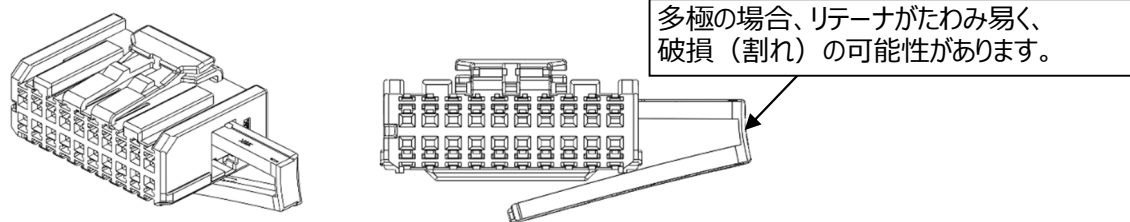

図 34.リテーナ非正規挿入
④図 34 に示すような正規位置以外に無理に挿入しないでください。
- ①リテーナは正規の向き・位置以外では挿入しないで下さい。破損・変形の恐れがあります。(図 34,35 参照)
- ②破損・変形のあった場合は、使用せず新品と交換して下さい。